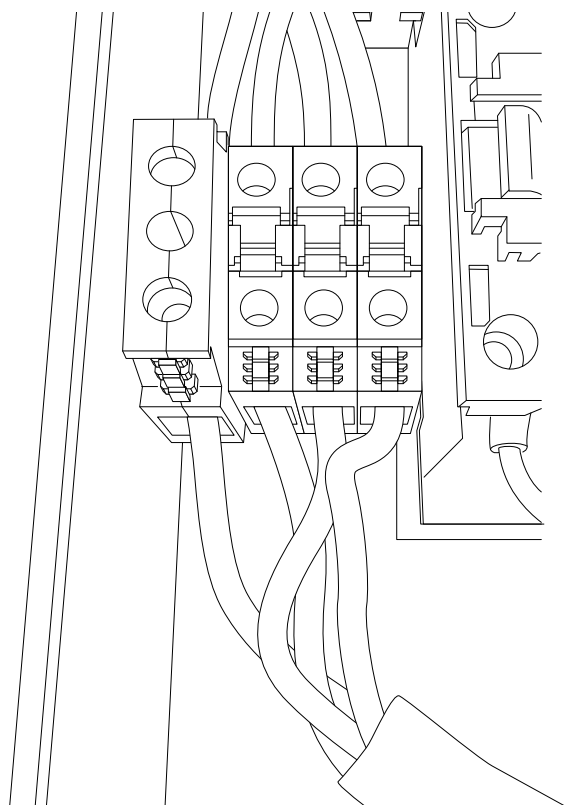

Fig.18
- Passare il cavo di alimentazione attraverso la parete sul fianco della centralina e collegare i fili alla morsettiera (vedi schemi elettrico e fig. 18) rispettando la corrispondenza numerica.
- Pass the power supply cable through the wall on the side of the control unit and connect the wires to the terminal board (see the wiring diagram and Fig. 18) in compliance with the corresponding number.
- Das Versorgungskabel in das Bedienaggregat führen und die Drähte an die Klemmenleiste anschließen (siehe Schaltplan und Abb. 18), dabei die Übereinstimmung der Zahlen beachten.
- Faites passer le câble d'alimentation à travers le mur sur le côté de l'unité de commande et branchez les fils au bornier (voir les schémas électriques fig. 18) concernant la correspondance numérique.
- Pase el cable de alimentación a través de la pared en el lado de la centralita y conecte los alambres al tablero de bornes (véase esquema alámbrico y fig. 18) respetando la correspondencia numérica.